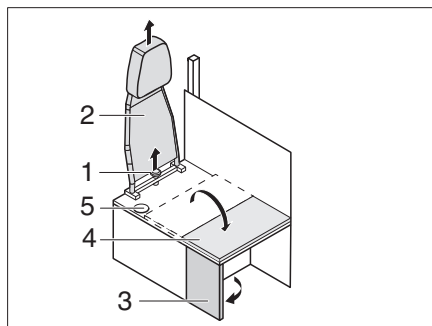

Fig. 212 Transformación del funcionamiento con el vehículo en marcha al funcionamiento para vivir y estar
- Desatornillar el tornillo de estrella (Fig. 212,1) y retirar el respaldo (Fig. 212,2) hacia arriba.
- Desplegar la pared lateral (Fig. 212,3).
- Plegar la prolongación del banco (Fig. 212,4) sobre la pared lateral.
- ▷ Para la transformación del funcionamiento para vivir y estar al funcionamiento con el vehículo en marcha proceder en orden inverso al descrito. Asegurar que el cinturón de seguridad se introduce a través de la abertura (Fig. 212,5).